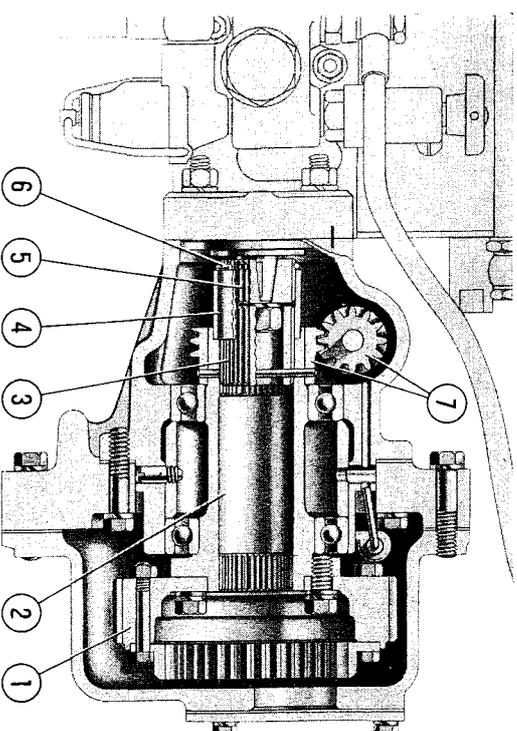

Fig. 28. - Sezione sul comando pompa iniezione.
- Infilare il manicotto esterno del giunto (vedi fig. 28) sul manicotto interno (farlo ruotare per portare a coincidersi i denti di riferimento);
Questi piccoli movimenti della pompa sono possibili perchè la sua flangia d'unione al motore è provvista di asole però il giuoco consentito dalle asole potrebbe essere insufficiente ad ottenere la corretta registrazione ed in tal caso bisogna ricorrere allo spostamento angolare dell'albero di comando (2, fig. 28) da eseguirsi nel seguente modo: